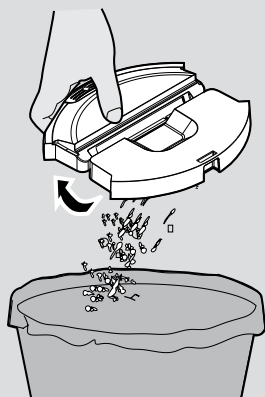
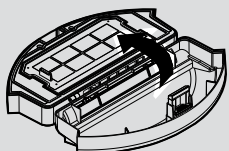

Fig. 8
Fig. 9
2. Vacíe el depósito en el cubo de la basura. **[Fig. 8]**
2. Vaciar el contenedor de polvo. **[Fig. 8]** Abra el depósito de polvo, retire la malla filtrante con el filtro juntos, luego retire el filtro EPA de la malla filtrante y límpielos por separado. El montaje se realiza en orden inverso, asegúrese de que el filtro está montado correctamente. **[Fig. 9,10]**